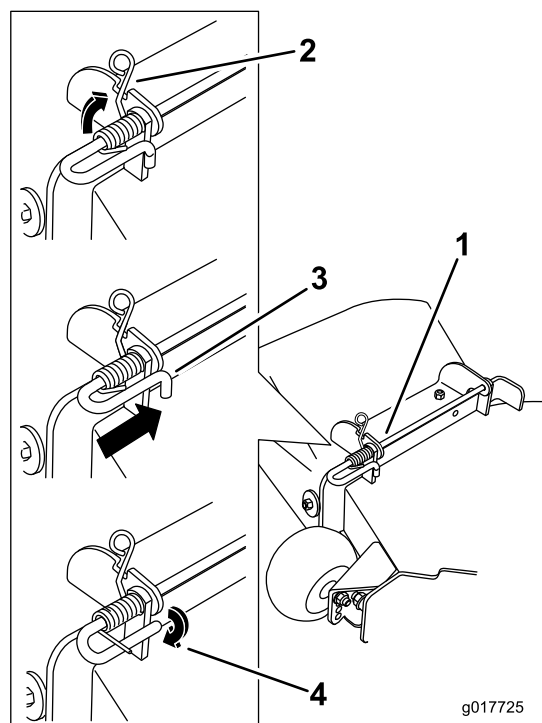

Figura 77
4. Eleve a extremidade com volta da mola e coloque-a no entalhe do suporte do deflector (Figura 77).
5. Prenda a barra e mola rodando-a de forma a que a extremidade curta da barra possa ser colocada por detrás do suporte frontal soldado à plataforma (Figura 77).